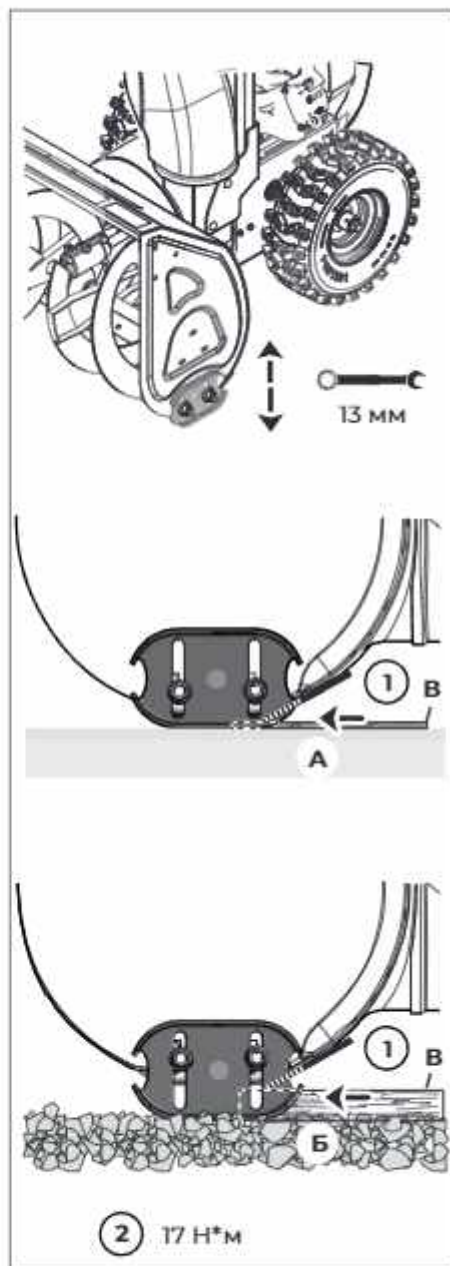

Рис. 14
2.8 Салазки (рис. 14)
Положите подложеобразователь деревянную колодку рис. 14 поз. В, толщина которой равна желаемому зазору от поверхности. Для твердых покрытий следует использовать меньший зазор рис. 14 поз. А. Для гравийных покрытий следует использовать больший зазор рис. 14 поз. Б.